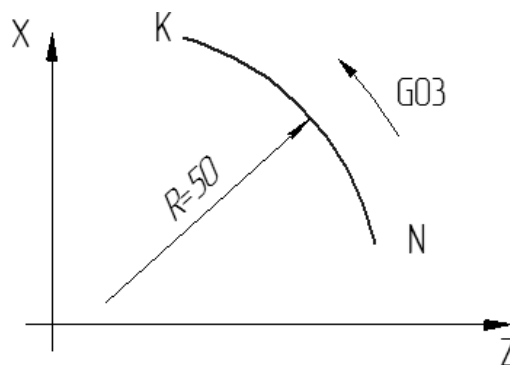

Рисунок 2 - Определение направления перемещения по дуге окружности
2. Разработать маршрут обработки детали (рисунок 2Б приложения);